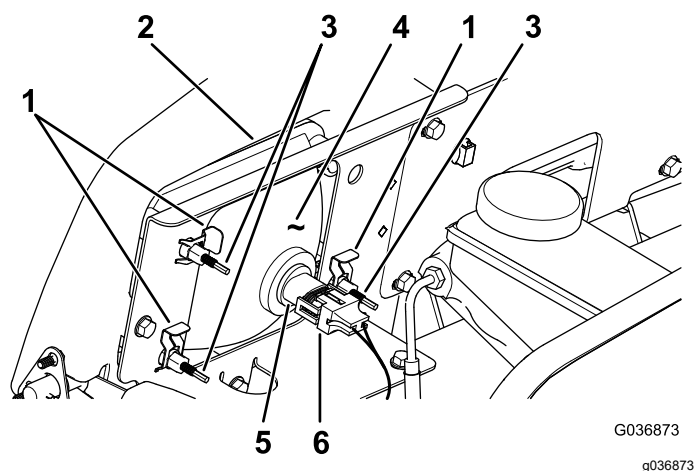

図 53
3. ランプアセンブリのコネクタから、ハーネス用のコネクタを外す 図 53。
4. ヘッドライトをヘッドライトブラケットに固定しているスピードクリップを外す 図 53。
5. ヘッドライトアセンブリ全体を前に押し出して、前バンパーから外す 図 53。
6. 取り付け穴に新しいヘッドライトを取り付ける 図 53。
8. ハーネス用のコネクタを、新しいランプアセンブリのコネクタに接続する 図 53。
2. ヘッドライトアセンブリの裏側部分にある調整ねじ 図 53 を回してヘッドライトアセンブリの角度を変えてビームの方向を調整する。